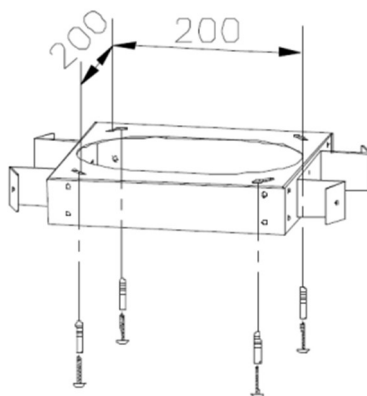

Рис.1
3. Установите на потолок в месте установки подвесной брус. Для подвесного бруса просверлите четыре отверстия в потолке для четырех винтов ST5\*45. Закрепите брус на потолке, установив в отверстия дюбели и вкрутив винты (Рис.1).